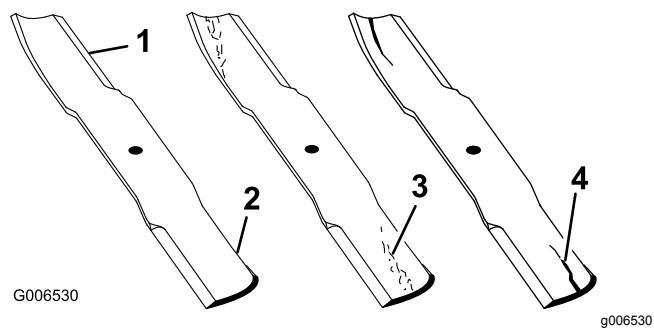

Figure 51
- Examinez le tranchant des lames (Figure 51).
- Remplacez immédiatement toute lame fendue, usée ou qui présente une entaille sur cette partie (Figure 51).